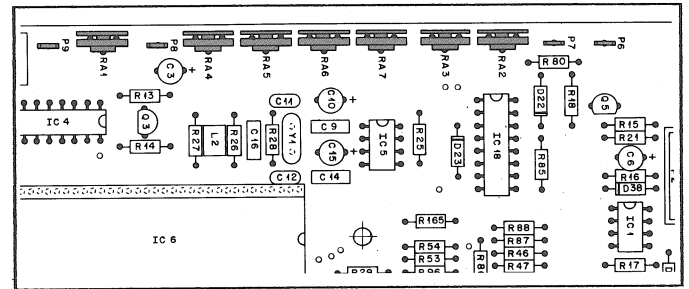

Fig. 8
- Auf dem CONTROL BOARD (Fig. 8) das Oszilloskop an den Messpunkten P6 und P7 (Masse) anschliessen.
- Oszilloskop-Sonde entfernen und mit den Trimpotentiometern RA7, RA6, RA5 (Fig.8) folgende Bandzüge einstellen:
- Die Oszilloskop-Sonde auf dem CONTROL BOARD (Fig.8) an Messpunkt P8, P9 (Masse) anschliessen.